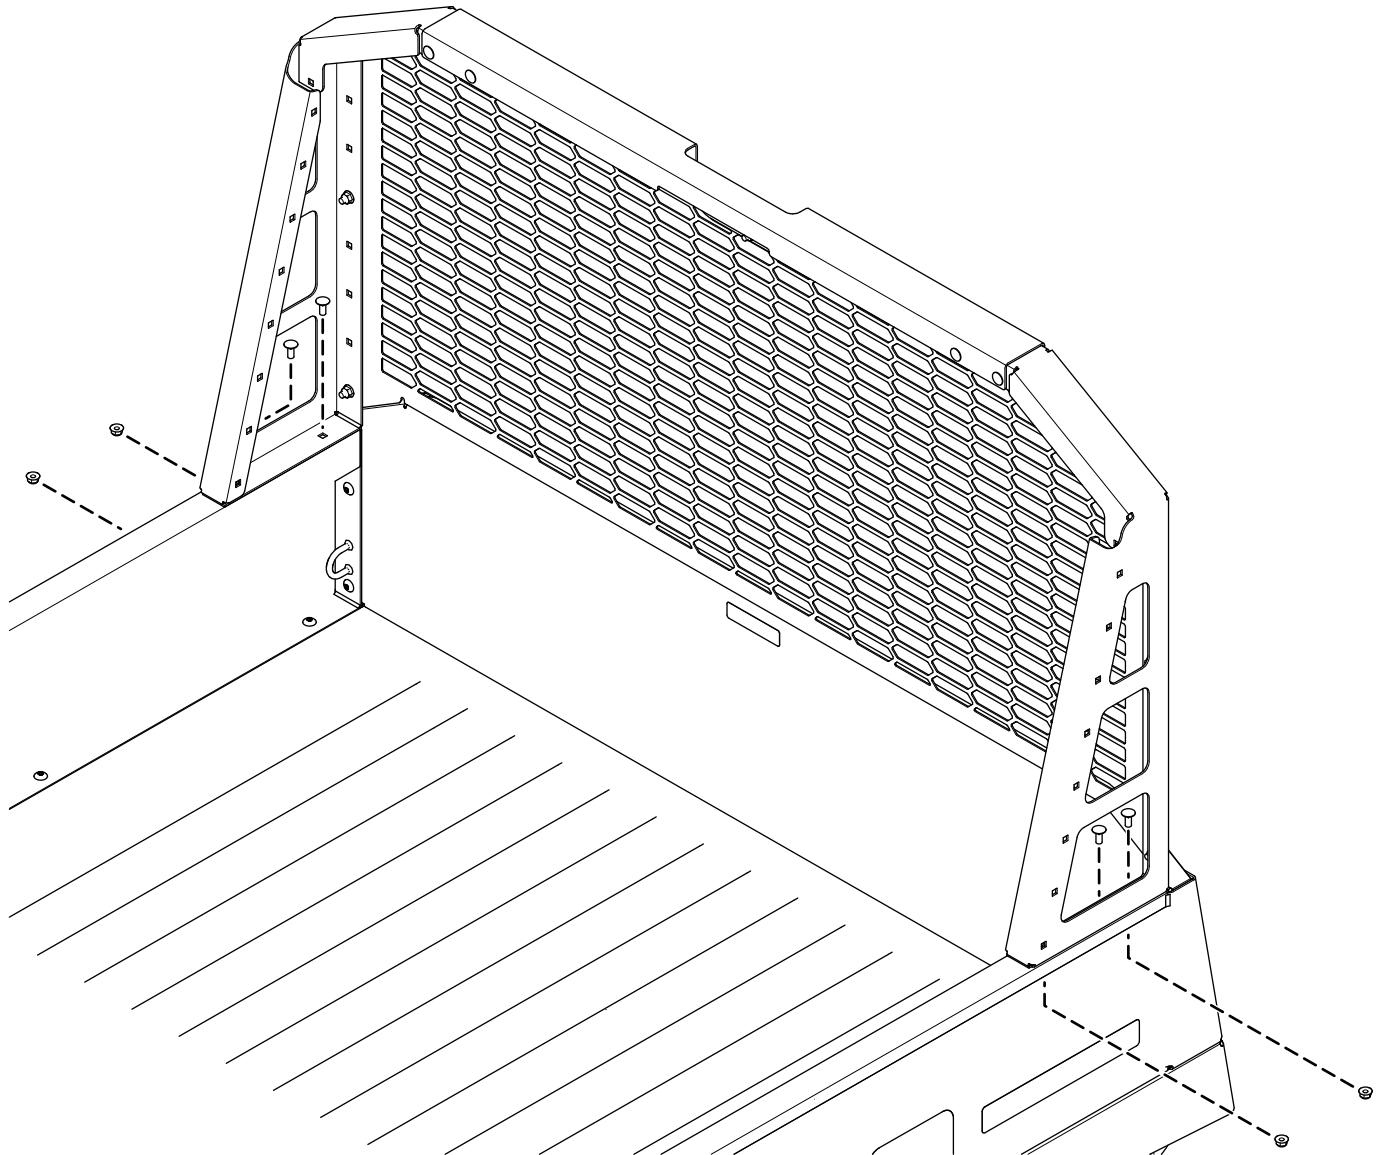
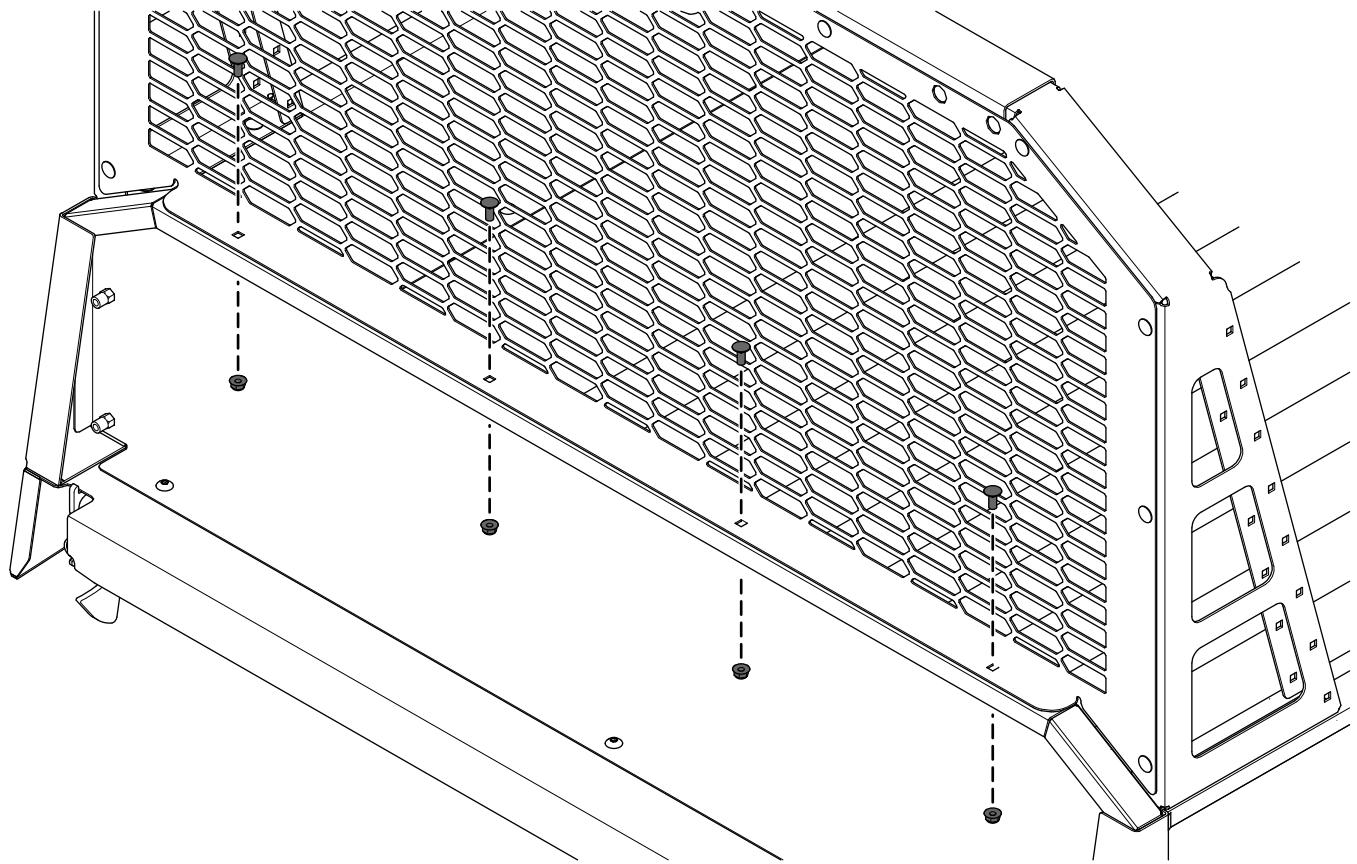

Figura 5
Figura 6
8. Instale o conjunto das prateleiras na plataforma de carga e prenda sem apertar o conjunto das prateleiras à plataforma de carga utilizando oito parafusos de carroçaria (5/16 x 3/4 pol.) e oito porcas de bloqueio (5/16 pol.) como se mostra na Figura 5 e na Figura 6.